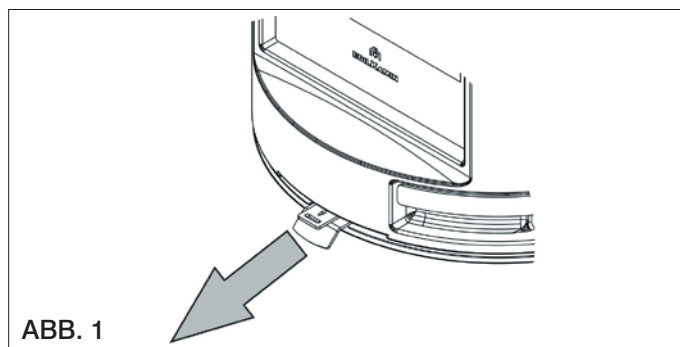

ABB. 1
**- Position "Erhalt Glut" (Bild 1)**